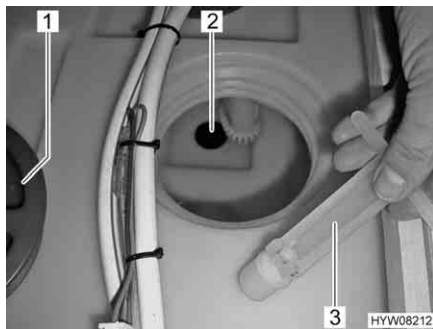

Fig. 93 Serbatoio dell'acqua
- Svitare il coperchio (Fig. 93,1) del serbatoio dell'acqua.
- Estrarre il tappo di chiusura (Fig. 93,3) dall'apertura di scarico (Fig. 93,2). L'acqua fuoriesce.